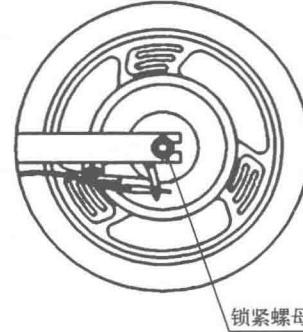

图 1-6 拆卸后轮锁紧螺母示意图
(1) 取下蓄电池盒将车子翻转悬空垫好（勿使车把和后工具箱碰地），拆下链条挡板。
(2) 将轮毂线与控制器连接插头拔掉（注意拉线方式，以免损坏引线）。
(3) 拆下闸盒定位夹紧固螺钉并松开绳钉，抽出制动拉索。
(4) 如图 1-6 所示，用专用扳手松开两侧锁紧螺母。然后依次拆下挡泥板支架固定螺母、车架腿固定螺母、脚蹬、链条、胀闸等组件，最后即可拉出后轮。